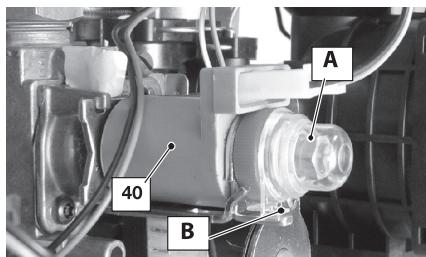

Рисунок 7.2
- Снимите защитную заглушку «A» модулирующего устройства 40 (Рисунок 7.2), , освободив её из упора «B», и поддев ее плоской отверткой.
- Установите на место защитную заглушку «А» (Рисунок 7.2)